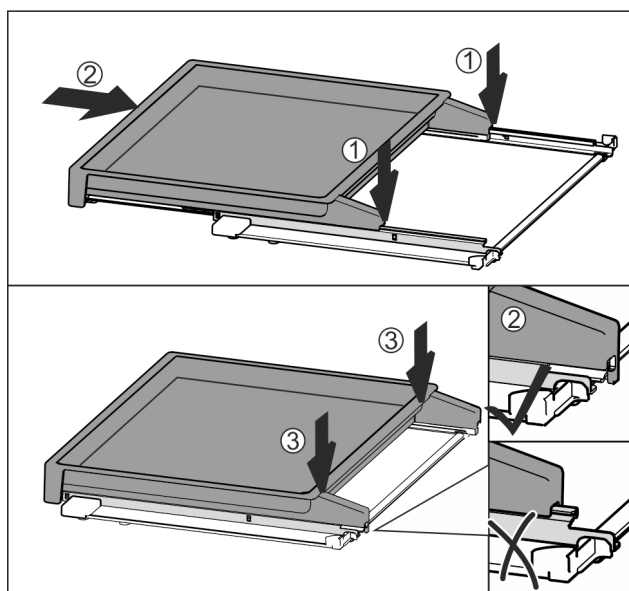

Fig. 33
- ▶ Plateau op het midden van de rails plaatsen Fig. 33 (1).
- ▶ Uitschuifplateau volledig erin schuiven Fig. 33 (2).
- ▶ Tegen de achterkant drukken tot deze hoorbaar vastklikt Fig. 33 (3).